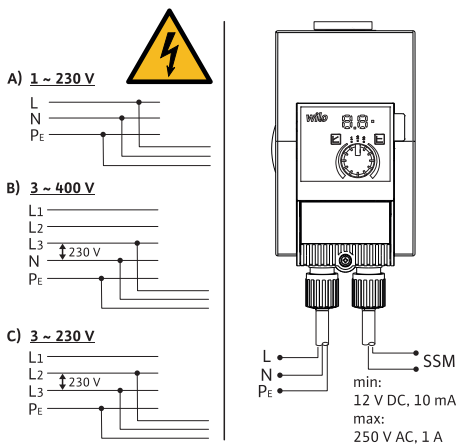

Fig. 3: Možnosti připojení
- Připojte k 230V nízkonapětovým sítím. Při připojení k IT sítím (druh sítě Isolé Terre) bezpodmínečně zajistěte, aby napětí mezi fázemi (L1-L2, L2-L3, L3-L1 → Fig. 3) nepřekročilo 230 V. V případě poruchy (spojení se zemí) nesmí napětí mezi vnější fází a PE překročit 230 V.